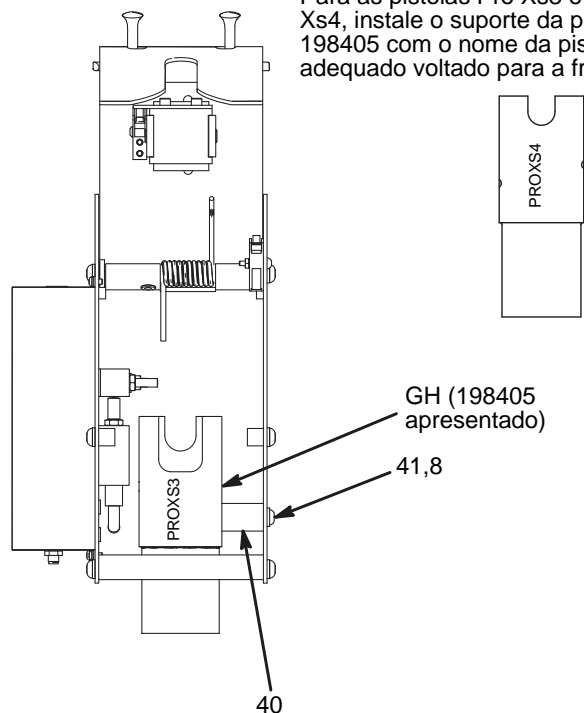
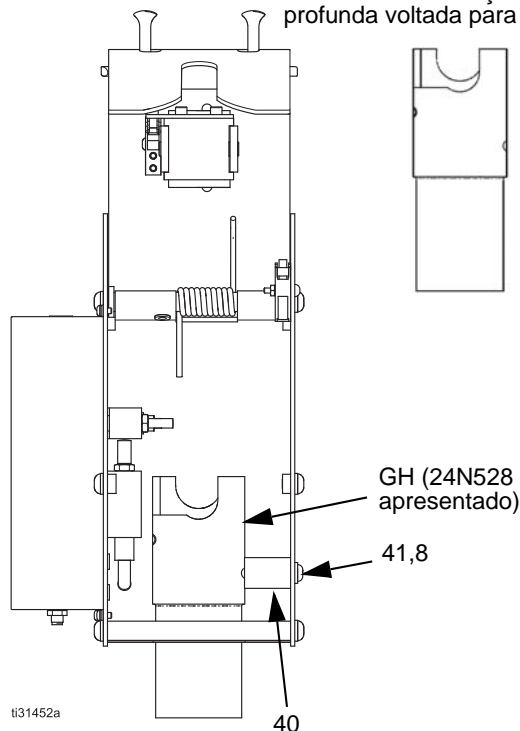

FIG. 4: Instalação do suporte da pistola (pistolas Pro Xs3 e Xs4)
FIG. 5: Instalação do suporte da pistola (pistola Pro Xp 60kV)
2. Retire os dois parafusos e anilhas (41, 8) que fixam o suporte de montagem (40) ao lado direito da Caixa de lavagem da pistola. Consulte FIG. 4 ou FIG. 5.
3. Instale o suporte da pistola (SP), alinhando os respetivos orifícios de montagem com os orifícios no suporte de montagem (40) e o lado da Caixa de lavagem da pistola. Fixe utilizando os parafusos e as anilhas (41, 8).